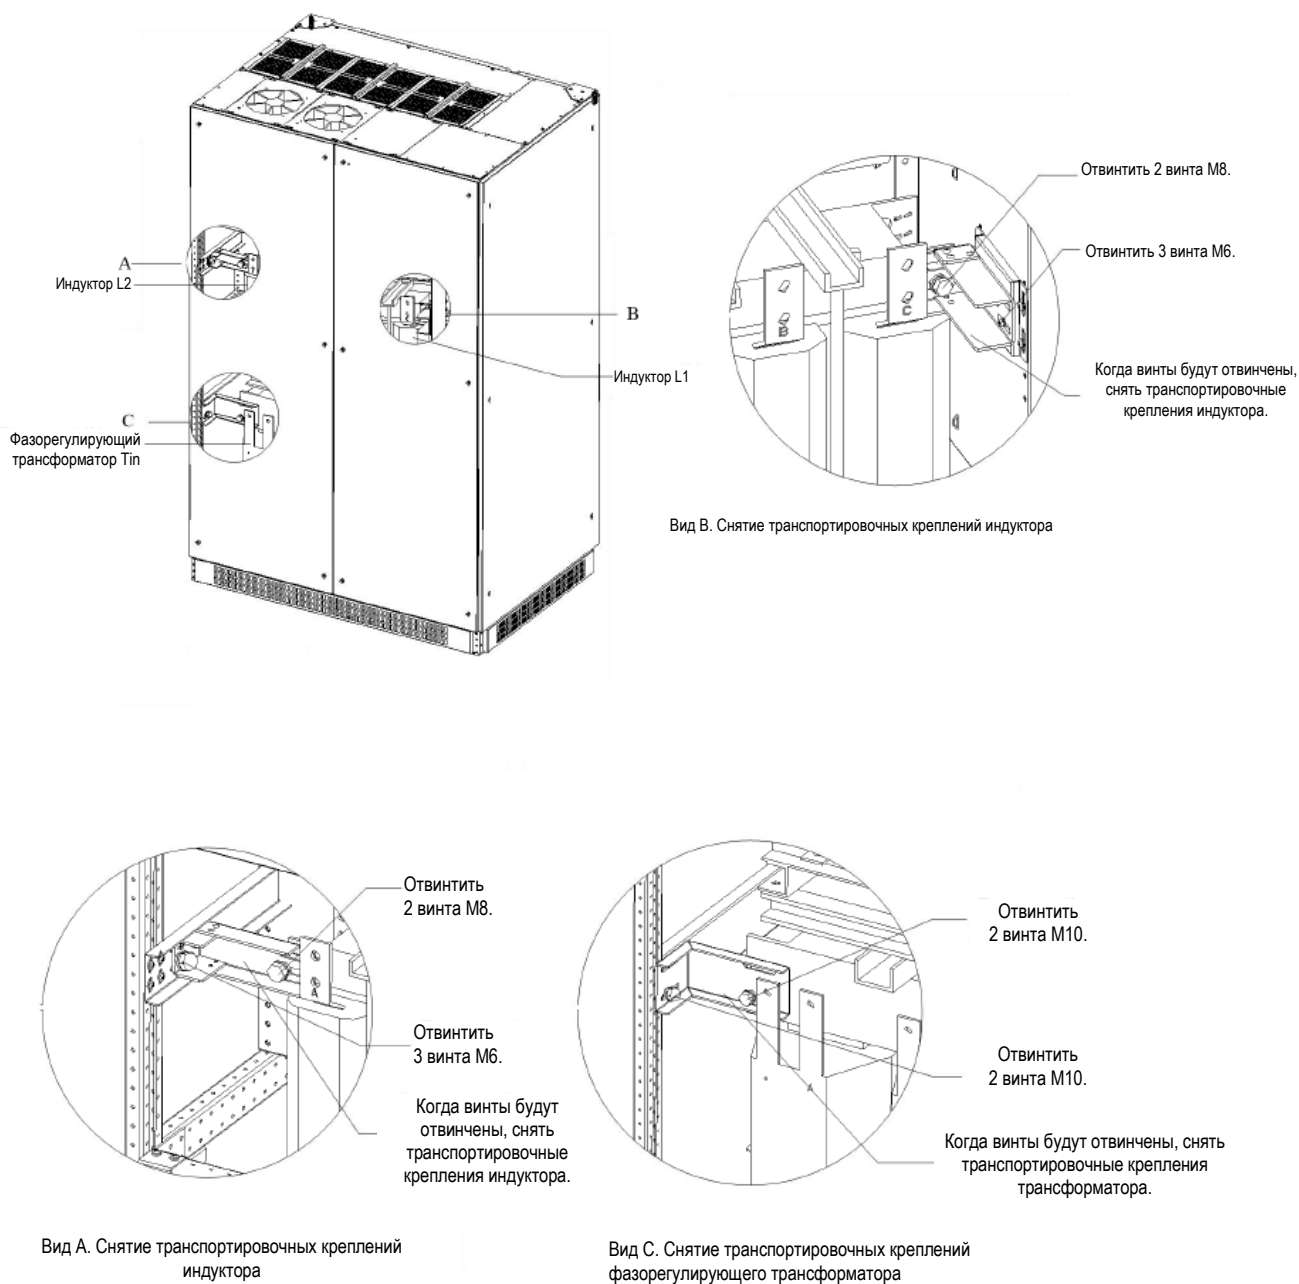

Рисунок 2-7. Снятие транспортировочных креплений индукторов и фазорегулирующего трансформатора
1. Для доступа к индукторам L1, L2 и к фазорегулирующему трансформатору Tin снять заднюю панель шкафа, как показано на рис. 2-7. Сохранить винты.
2. Транспортировочные крепления расположены слева и справа в верхней части фазорегулирующего трансформатора. Их положение показано на рис. 2-7. Снять транспортировочные крепления выходного трансформатора, как показано на рис. 2-7, Вид А.
3. Транспортировочные крепления находятся на верхней части каждого индуктора (L1, L2). Положение креплений показано на рис. 2-7. Снять транспортировочные крепления индукторов, как показано на рис. 2-7, Вид В и С.